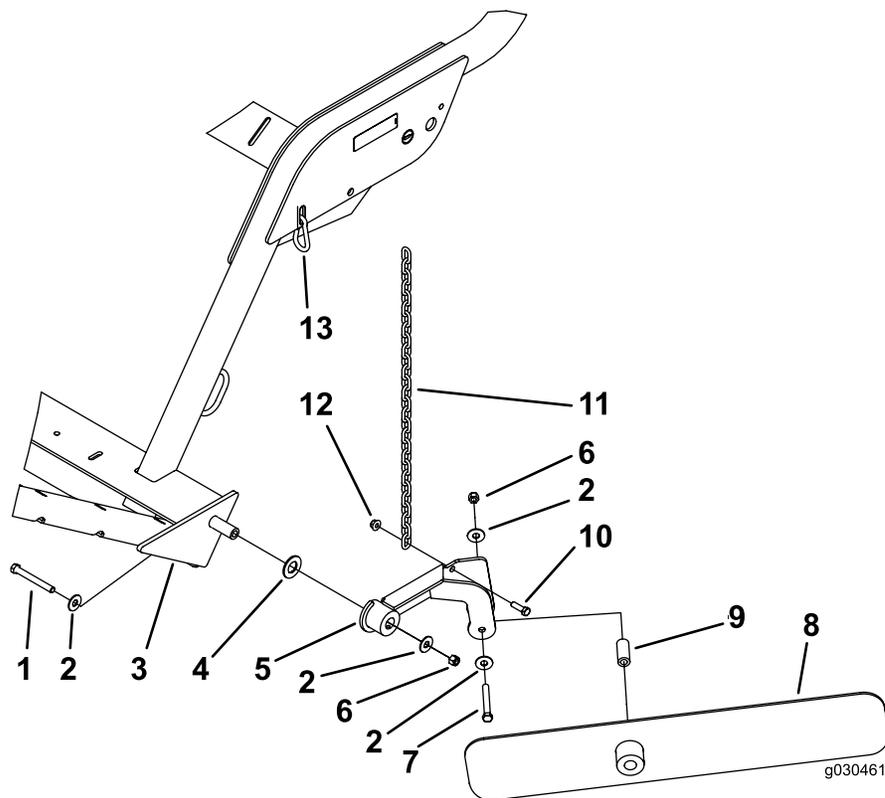

Рисунок 15
Примечание: Расположите компоненты, как показано на Рисунок 15.
2. Прикрепите валковую лопасть к монтажному узлу при помощи болта (7/16 x 3-1/4 дюйма), двух плоских шайб, проставки и контргайки (7/16 дюйма). Соберите компоненты, как показано на Рисунок 15.
3. Прикрепите цепь к монтажному узлу лопасти при помощи болта (3/8 x 1-1/4 дюйма) и фланцевой гайки (3/8 дюйма) (Рисунок 15).
4. Прикрепите другой конец цепи к пазу в раме с помощью карабина (Рисунок 15).